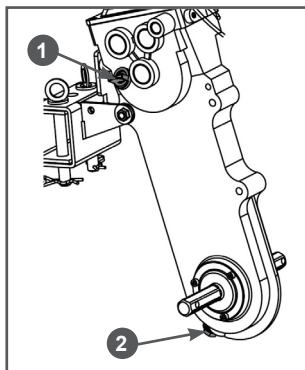

Рис. 38 Замена масла в редукторе
- Открутите крышку 1 маслозаливного отверстия (Рис. 38).
- Открутите пробку отверстия для слива масла и слейте отработанное масло в подготовленную для этого емкость. Пробка 2 отверстия для слива масла находится в нижней части редуктора мотоблока (Рис. 38).
- Закрутите пробку 2 отверстия для слива масла (Рис. 38).
- Закрутите крышку 1 маслозаливного отверстия (Рис. 38).